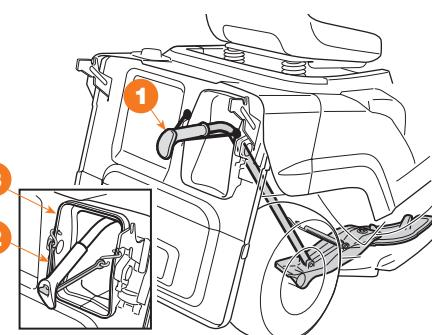

Рис. 16
- Установить режущий узел в самое верхнее положение и установить оснастку для «мульчирования» ① через отверстие для выброса, протолкнув ее до упора в выбросной канал (Рис. 16).
- Закрепить две эластичные тяги ② в отверстиях по бокам выбросного канала ③. Затем прикрепить контейнер для сбора травы.